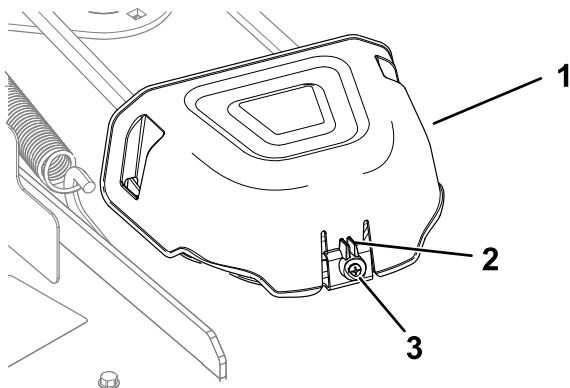

Figura 55
5. Slăbii urubul i împingei proeminenă spre interiorul capacului, pentru a îndepărta capacele fuliei (Figura 55).